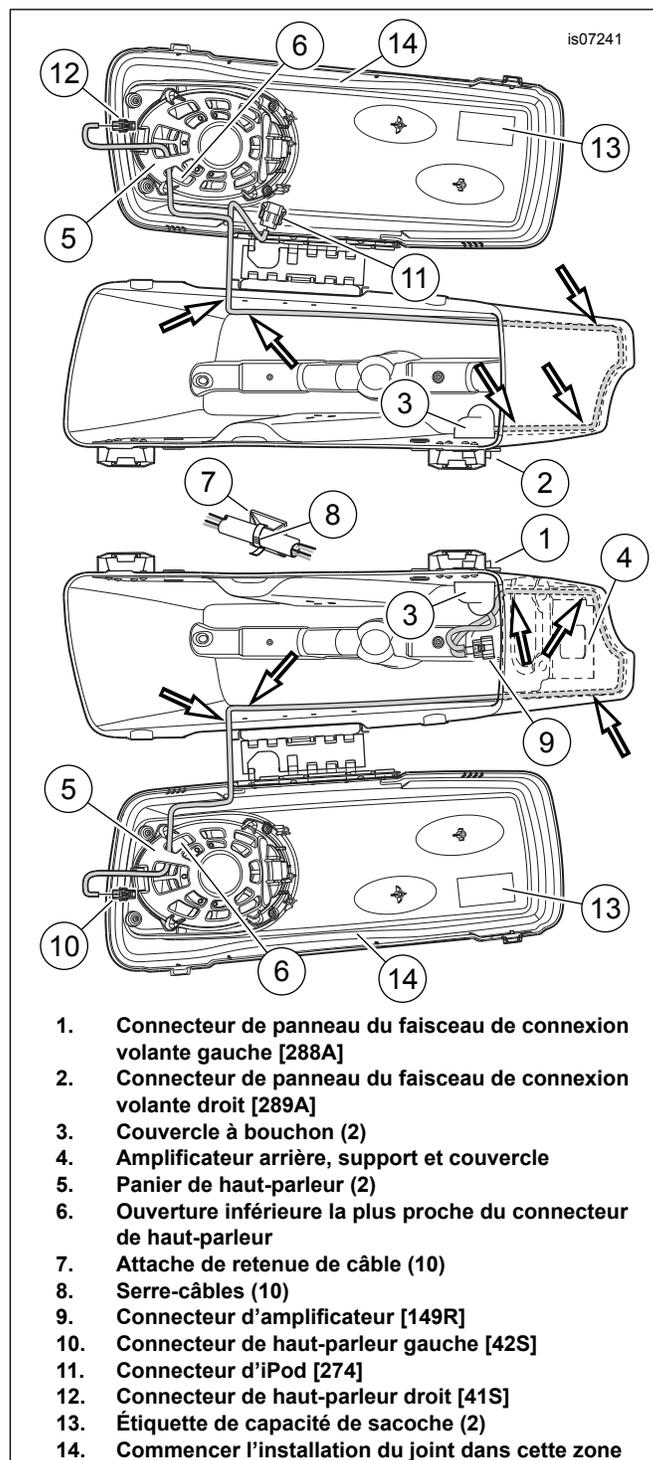
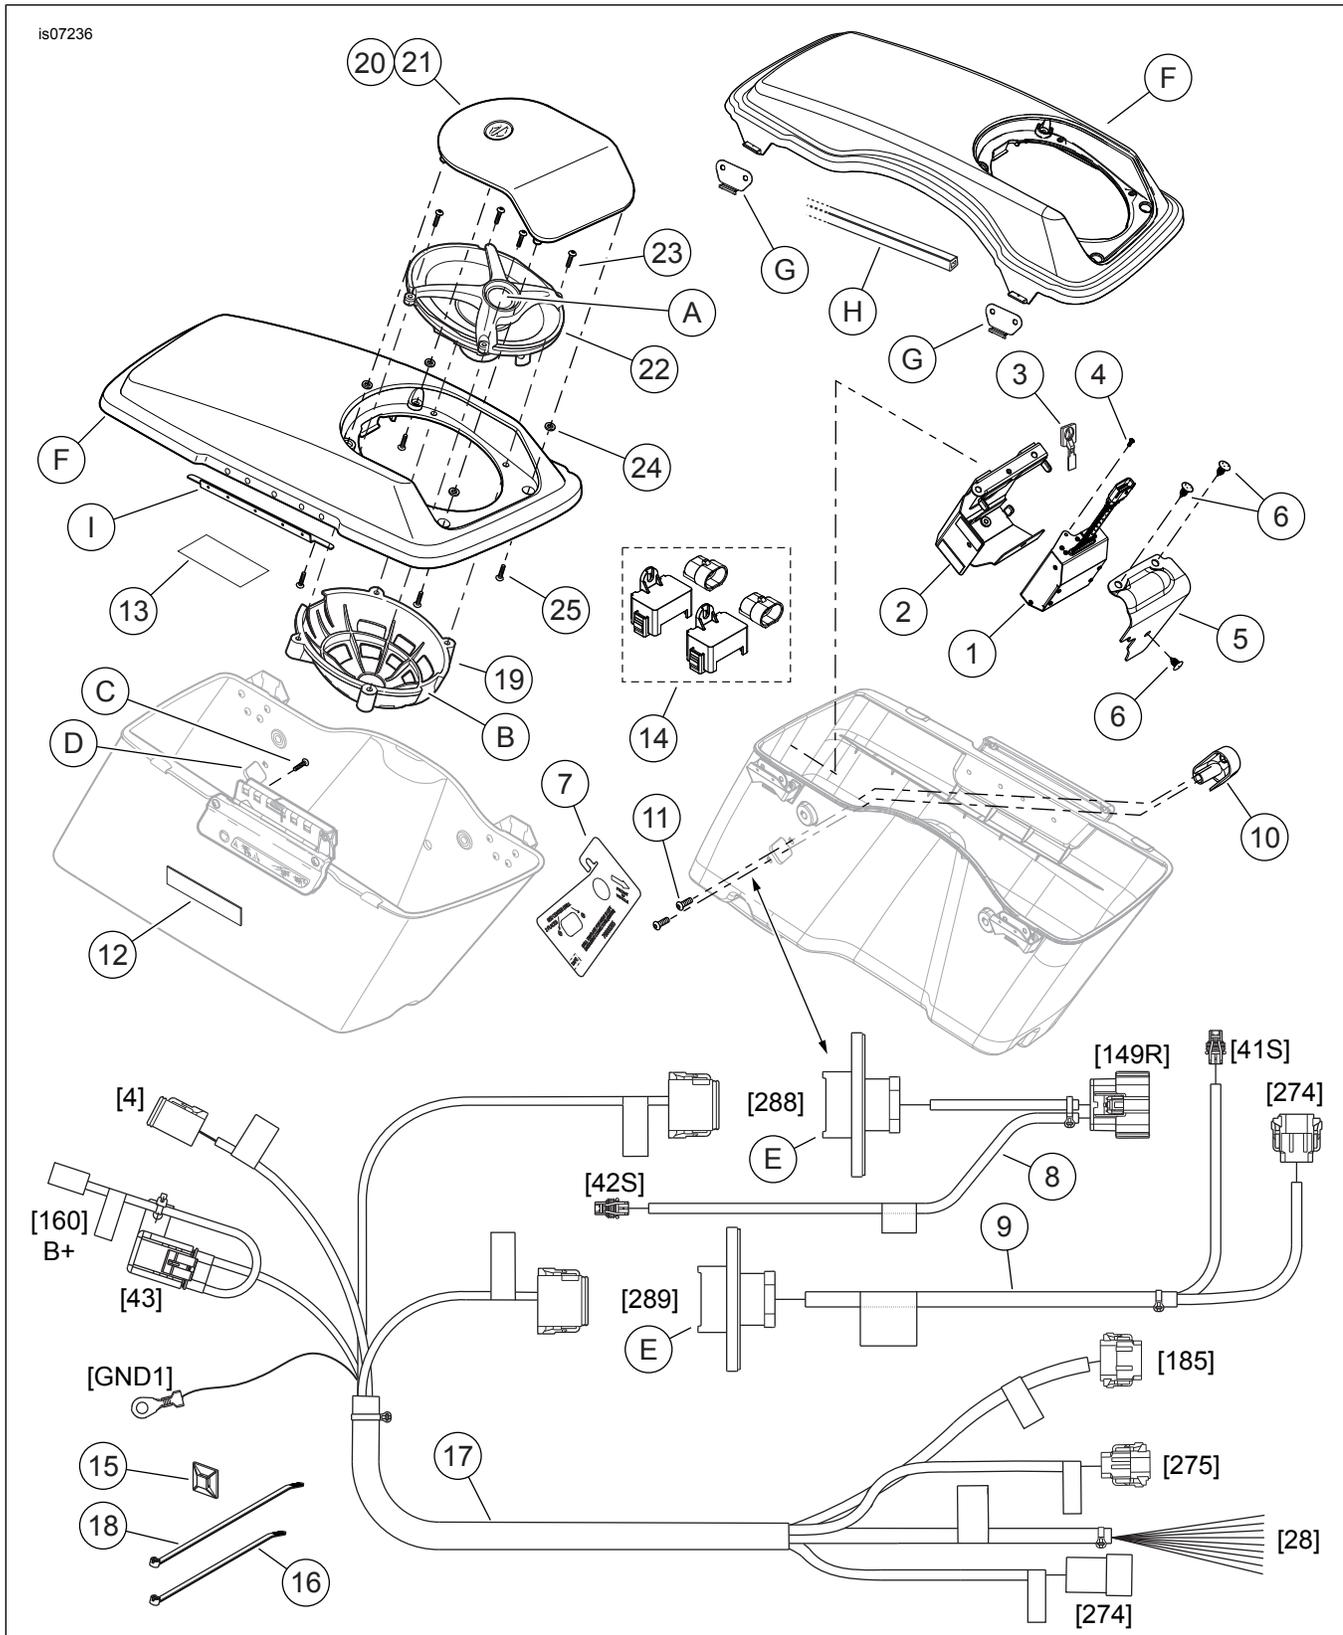

Figure 5. Acheminement des faisceaux à l'intérieur des sacs
Figure 7. Pièces détachées, kit d'expansion de haut-parleur CVO
- Commencer par installer le joint dans le centre du côté interne du rabat, à l'opposé de la charnière (voir Figure 5, élément 14).
2. Voir Figure 5. Acheminer le faisceau de connexion volante de haut-parleur de sacoche (installé dans la sacoche plus tôt) :
3. Acheminer le connecteur [42S] par l'ouverture inférieure (6) du panier de haut-parleur (5) la plus proche du connecteur de haut-parleur et le brancher sur le connecteur de haut-parleur.
4. Prendre cinq attaches de retenue de câble (7) et cinq serre-câbles (8) du kit. Retirer la garniture du support adhésif de chaque attache de retenue de fil et apposer sur les parois internes de la sacoche, à environ 25 mm (1 in) au-dessus du fond de la sacoche, tel qu'illustré. Attacher le faisceau de connexion volante sur les attaches de retenue de câble avec le serre-câbles.
5. Voir Figure 7. Prendre l'amplificateur arrière (1), le support (2), l'ancrage de goujon en T (3), la vis (4), le couvercle (5) et trois attaches à pousser (6) du kit.
8. Attacher l'amplificateur au support avec la vis (4).
- Voir Figure 5. Acheminer **les deux** branches du faisceau vers le bas, puis vers l'arrière autour de la paroi extérieure et vers le haut devant l'amarre du couvercle de sacoche vers le couvercle de sacoche.
2. Acheminer le connecteur [41S] (élément 12) par l'ouverture inférieure (6) du panier de haut-parleur (5) le plus proche du connecteur de haut-parleur et le brancher sur le connecteur de haut-parleur .
3. Fixer cinq attaches de retenue de fil (7) sur les parois intérieures de la sacoche, à environ 25 mm (1 in) au-dessus du fond de la sacoche tel qu'illustré. Attacher le faisceau de connexion volante aux attaches de retenue de fil avec les serre-câbles (8).
4. **Si un module iPod est monté au rabat de sacoche**, suivre les instructions plus loin dans ce document. **Si un module iPod N'est PAS monté au rabat de sacoche**, enrouler le branchement du connecteur [274] (11) du faisceau contre la paroi latérale du rabat de sacoche. Attacher le rouleau avec un serre-câbles (8). Utiliser une attache de retenue de fil (7) apposée au rabat pour prévenir tout dommage au connecteur ou à la sacoche.
- Voir Figure 7. Prendre le faisceau audio (17) du kit.
- Brancher le connecteur à douze fiches marqué « LH S'BAG 288 » (sacoche gauche 288) sur le réceptacle sur la sacoche gauche (voir Figure 5, élément 1). Le connecteur a une fonction de clavetage pour empêcher son montage incorrect. S'assurer d'entendre un « déclic ».
9. Voir Figure 7. Acheminer les quatre brins de la section avant du faisceau audio (17) à l'intérieur du carénage le long du chemin du faisceau d'interconnexion vers le haut et la gauche du carénage intérieur.